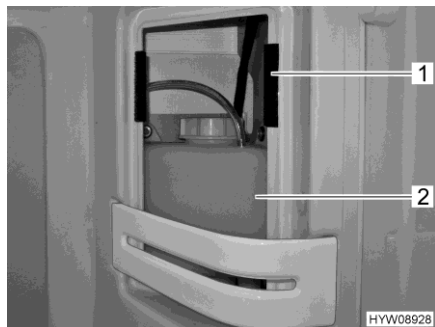

Fig. 178 Vaso d'espansione (riscaldamento ad acqua calda)
- Rimuovere la copertura del vaso d'espansione (Fig. 178,2) a destra e in alto nella doccia. La copertura è fissata con velcro (Fig. 178,1).